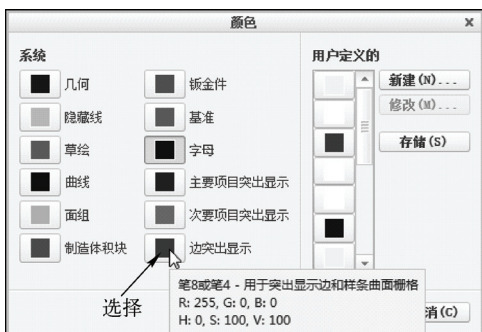

图 3-51 选择“边突出显示”选项
STEP 05 单击“颜色”右侧的“选择颜色”按钮, 弹出“颜色”对话框, 在“系统”选项区中选择“边突出显示”选项, 如图 3-51 所示。单击“确定”按钮, 返回“线型”对话框。